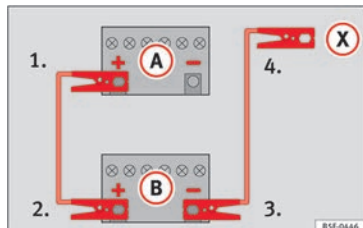

Fig. 77 Esquema de ligação para veículos sem sistema Start/Stop.
2. Ligue uma extremidade do cabo auxiliar de arranque **vermelho** ao polo positivo (+) do veículo com a bateria descarregada **(A)** » **Fig. 77**.
4. *Em veículos sem sistema Start-Stop:* ligar uma extremidade do cabo **preto** de emergência ao polo negativo (-) do veículo que fornece a corrente **(B)** » **Fig. 77**.